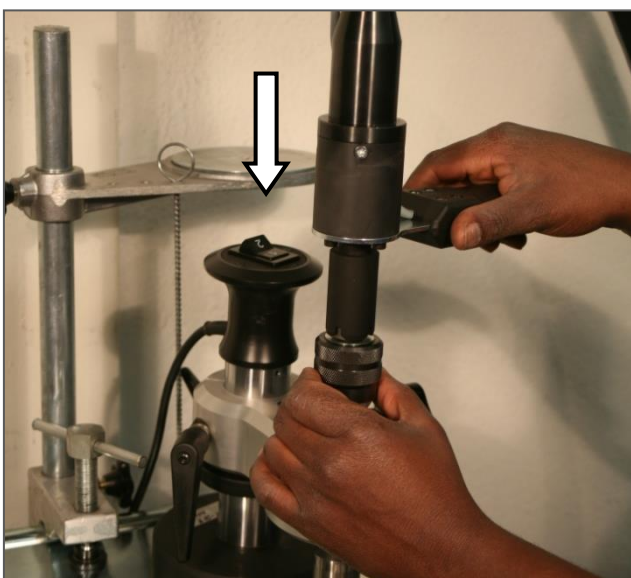

Fig. 24
20. Ponga el Vario Drive en el adaptador hasta que el pasador se orienta en el eje. Coloque su mano izquierda alrededor del dispositivo de avance. Con la mano derecha sujete el asa de la unidad Vario Drive firmemente. Fig. 24
22. Presione el mando en el asa de la Vario Drive (la unidad se iniciará después de un segundo). Gire el dispositivo de avance lentamente (la herramienta será impulsada hacia abajo) hasta que empiece a cortar. Fig. 24 / Fig. 26
23. Continúa el proceso mientras sostiene fija la manija. Al girar el dispositivo de avance hasta que la herramienta ha rectificadocompletamente el asiento, así como las correcciones el alrededor. Fig. 24 / Fig. 26